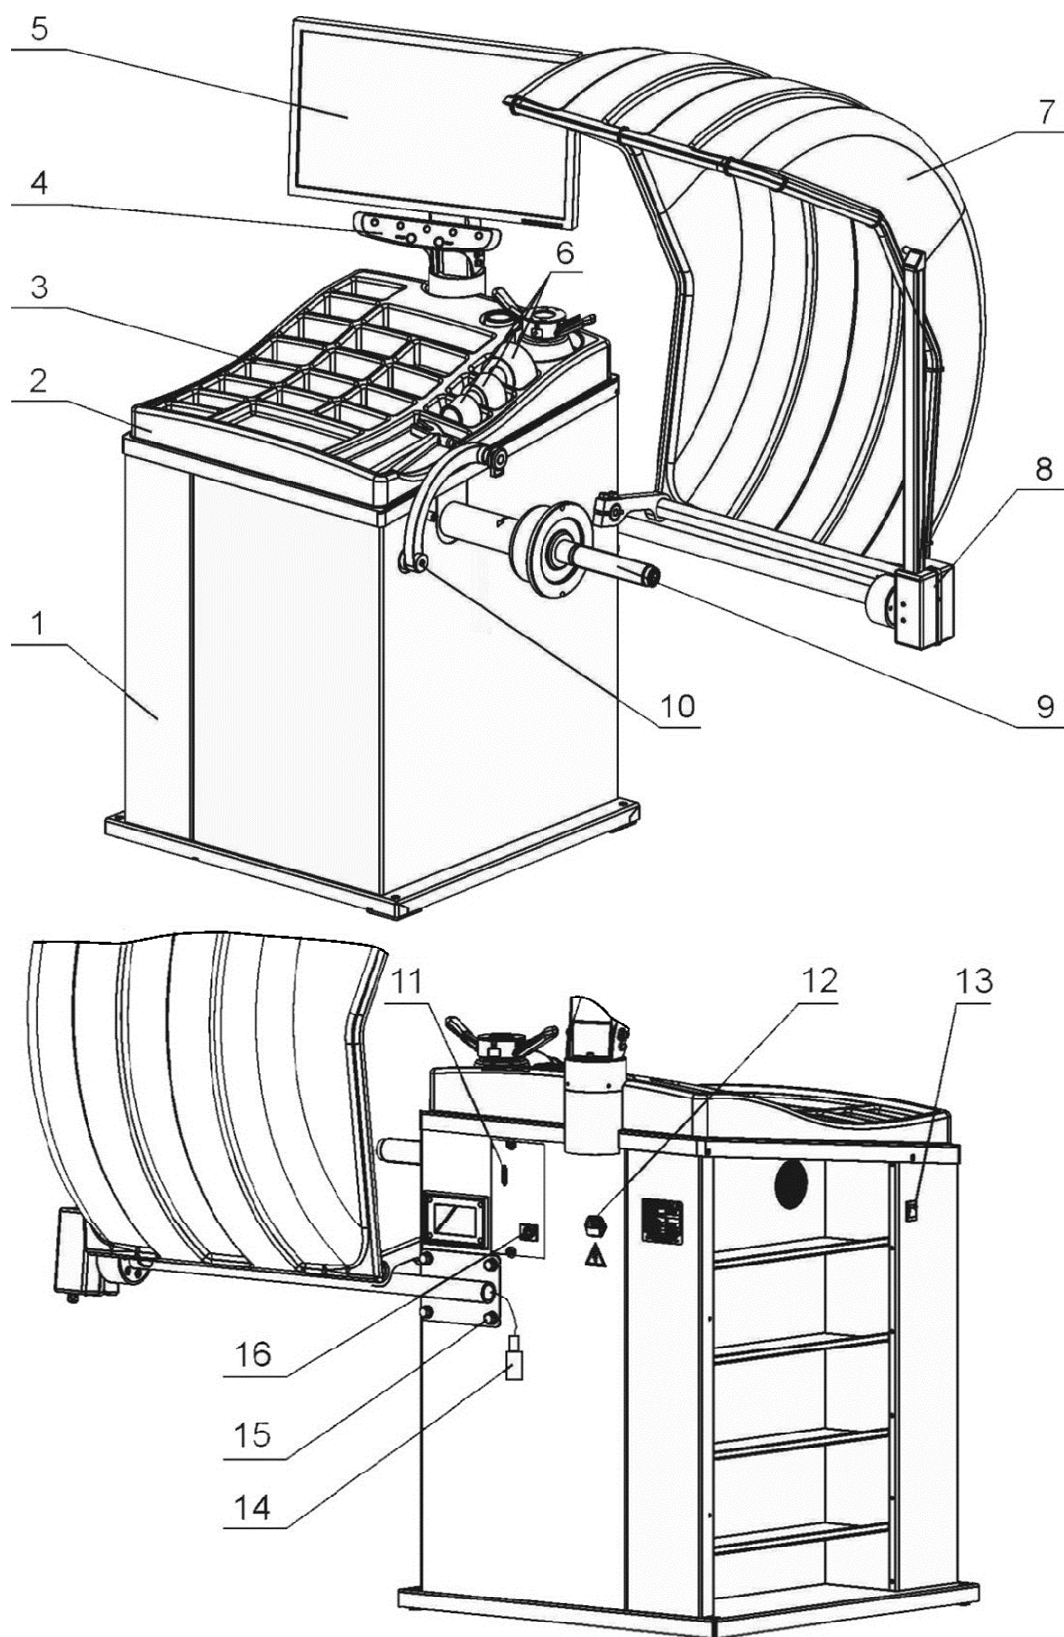

Рисунок 4.1
4.2.6 Закрепить вторую линейку 8 на корпусе с помощью 4-х болтов с шайбами 14 и подключить вилку линейки 14 к гнезду 16 (рисунок 4.1).
① При демонтаже для отключения разъема нажать на толкатель.
4.2.9 Подключить сетевой шнур к гнезду 12, расположенному на задней панели корпуса станка (рисунок 4.1), и к питающей сети, оборудованной розеткой с контактом заземления. Подключить монитор к питающей сети, оборудованной розеткой с контактом заземления, согласно эксплуатационной документации на него.